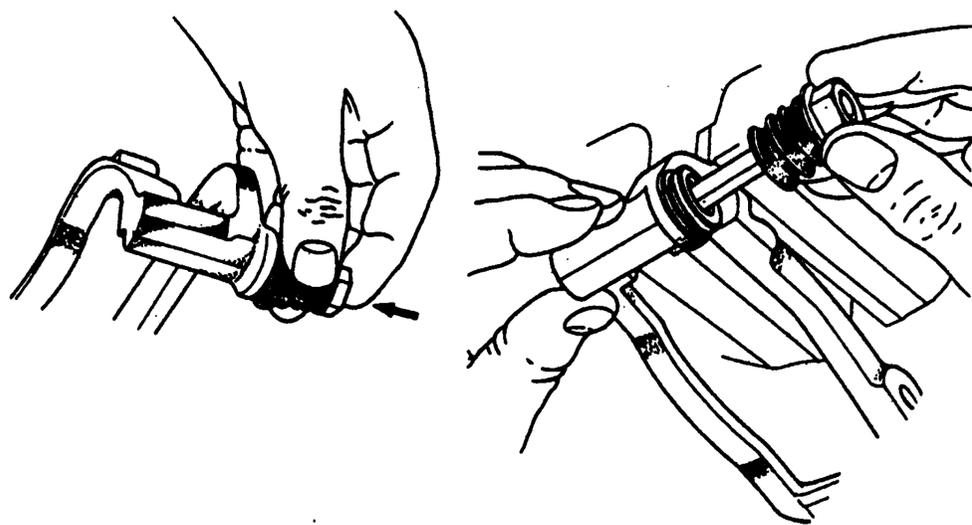

Рис. 8.17. Замена направляющих пальцев
**Замена направляющих пальцев (рис. 8.17).** При обнаружении затрудненного перемещения направ-